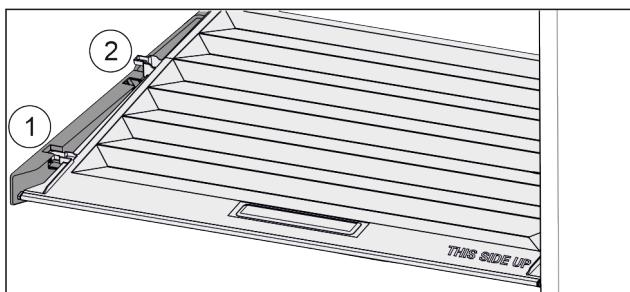

Fig. 36
- Потянуть крышку до отверстия в поддерживающих деталях вперед Fig. 36 (1).
- Поднять сзади снизу и извлечь Fig. 36 (2) движением верх.